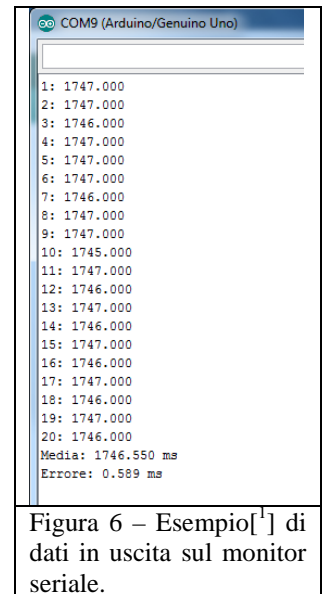

Figura 6 – Esempio^[1] di dati in uscita sul monitor seriale.
- 4) Avviare acquisizione dati cliccando su *Strumenti* e quindi su *Monitor seriale*. Sul monitor appariranno un numero progressivo (da 1 a 20 ossia NUM_READS) e la durata di una oscillazione, via via che vengono acquisiti (vedi figura 6 i dati si riferiscono alle oscillazioni di un pendolo lungo 72,0).